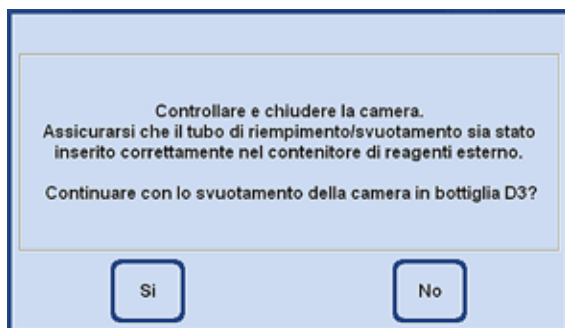

Fig. 165
- Viene visualizzato il sollecito all'esecuzione dei preparativi necessari (fig. 165). Deve essere confermato con **SI**.